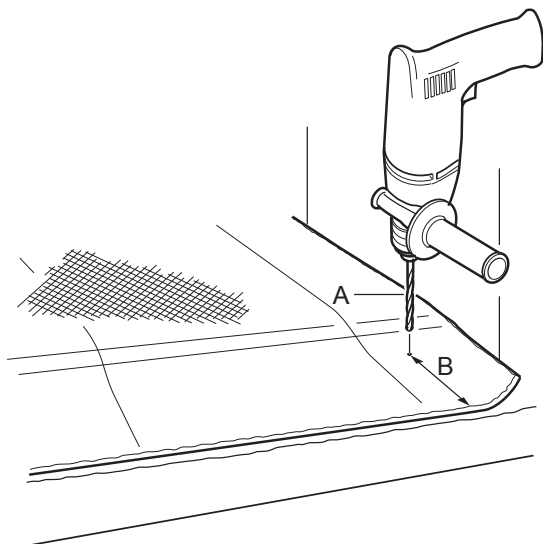

Fig. 12: Bore hullene.
1. Bor hull (Ø 6 mm, 7 mm eller 8 mm, A på Fig. 12) 160 mm (B på Fig. 12) fra bakkanten av båsraden. Bor 77–80 mm ned i betongen.